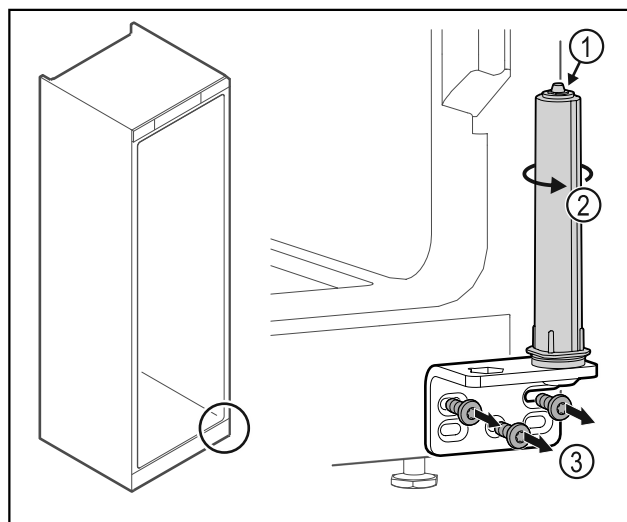

Fig. 23
- Non disassemblare il sistema di chiusura della porta Fig. 23 (1).
- Ruotare il sistema di chiusura Fig. 23 (2) finché non si innesta con un clic.
- Svitare la cerniera angolare Fig. 23 (3).